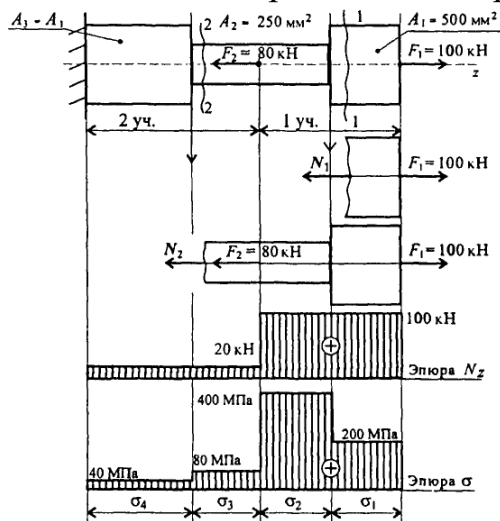

Рис. 20.6
3. Ступенчатый брус нагружен вдоль оси двумя силами. Брус защемлен с левой стороны (рис. 20.6). Пренебрегая весом бруса, по строить эпюры продольных сил и нормальных напряжений.